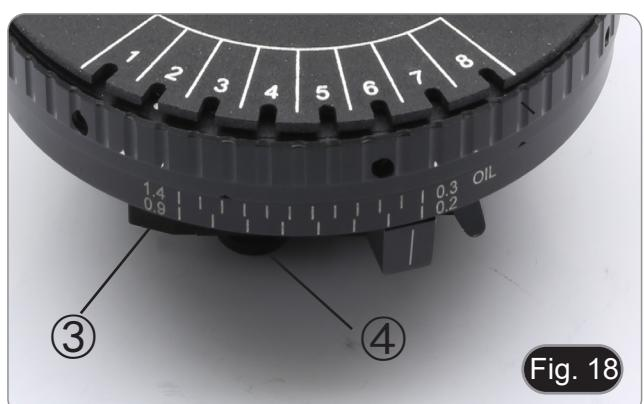

Fig. 18
3. Drücken Sie die Steuerung des Polarisators ③, um ihn in den optischen Pfad einzufügen. (Fig. 18)
5. Lösen Sie die Befestigungsschraube für die Polarisatorrotation ④. (Fig. 18)